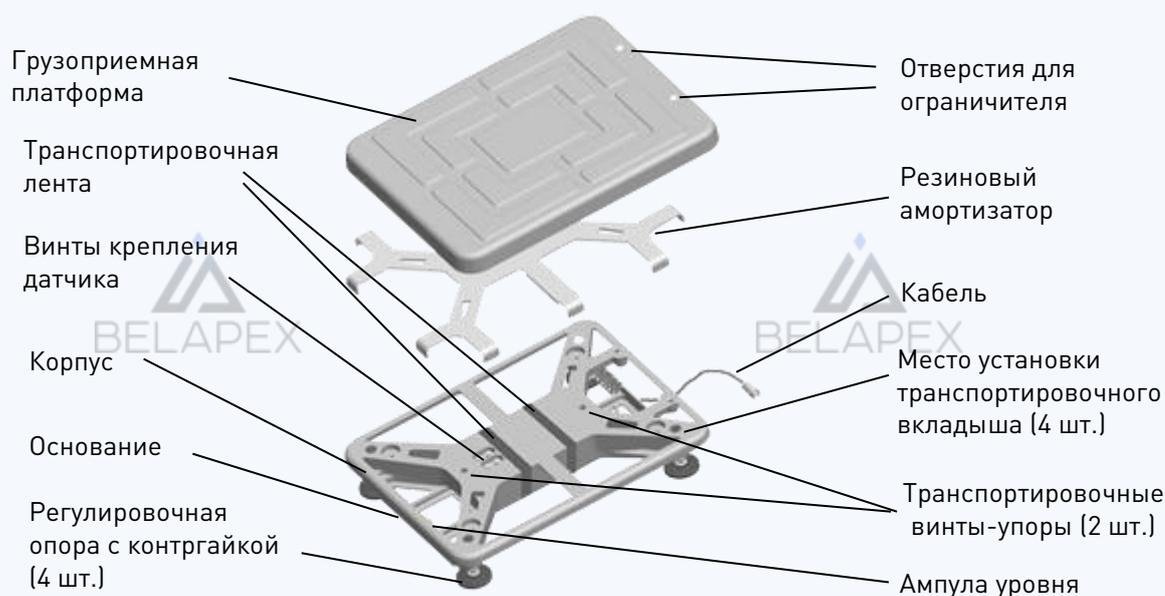
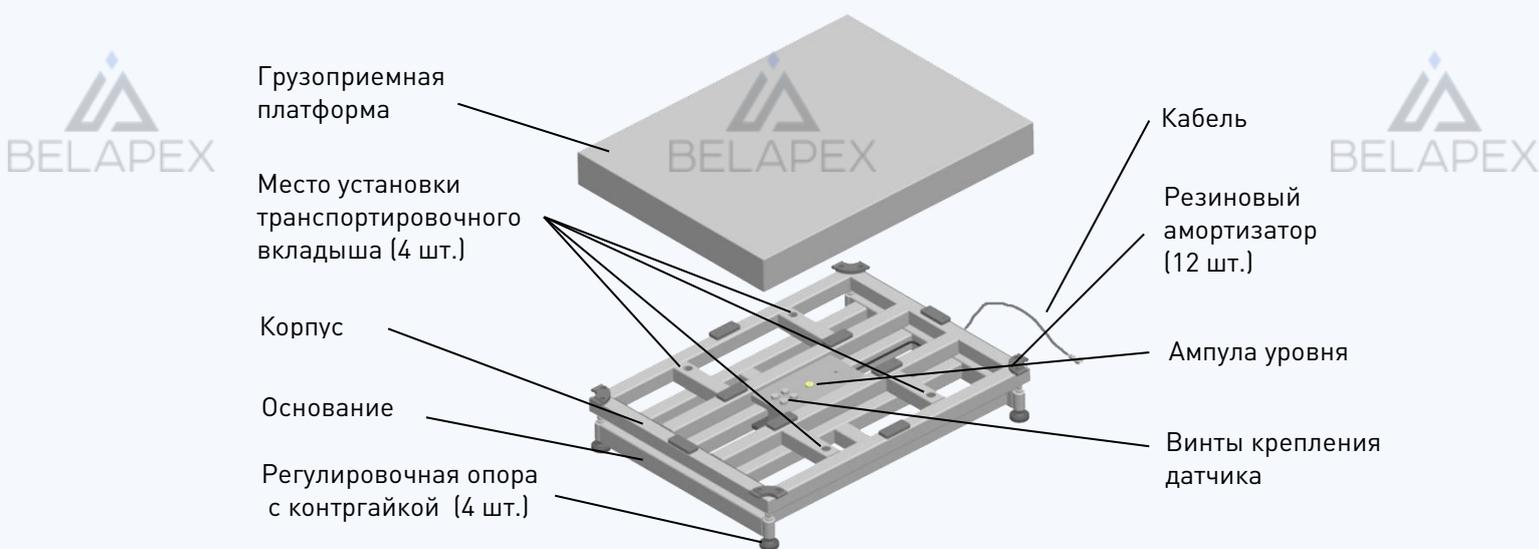

Рис. 5.1. - Модуль взвешивающий TB-S_
Рис. 5.2. - Модуль взвешивающий TB-M_
Конструкция весов представлена на Рис. 5.1.
2. Снять грузоприемную платформу. Вынуть транспортировочные вкладыши (Рис. 5.1, Рис. 5.2).
6. Установить весы на твердой ровной поверхности. При помощи регулировочных опор выставить весы по ампуле уровня таким образом, чтобы пузырек воздуха находился в центре ампулы. При необходимости, затянуть контргайки регулировочных опор (Рис. 5.2).